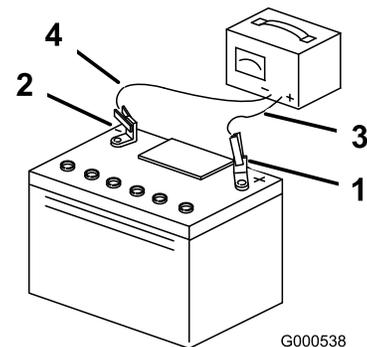

Figura 39
4. Cuando la batería esté completamente cargada, desconecte el cargador de la toma de electricidad, luego desconecte los cables del cargador de los bornes de la batería (Figura 39).